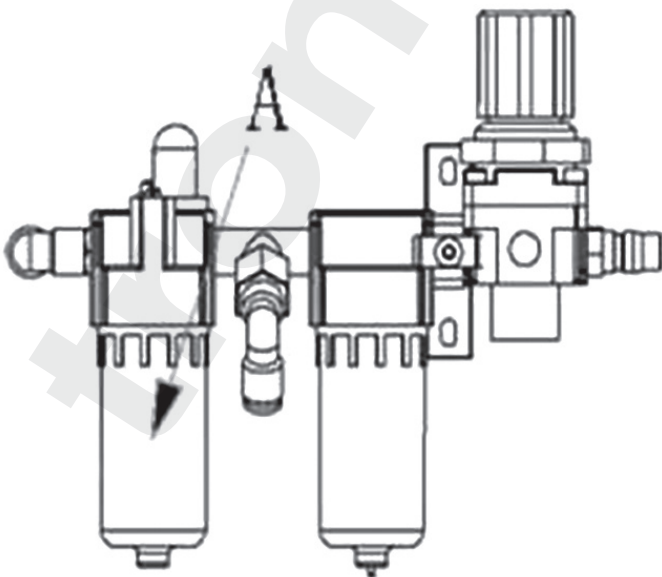

Рис. 12-1
**Каждый месяц** смазывайте направляющие зажимных кулачков. Проверяйте уровень масла в лубрикаторе. При необходимости добавляйте масло в резервуар «А» (рис. 12-1). Используйте только масло, которое имеет вязкость ISO VG и класс ISO HG для смазки линии подачи сжатого воздуха. Проверьте скорость подачи масла лубрикатором. Если при нажатии на педаль капает менее 3-4 капли, то необходимо отрегулировать подачу масла верхним винтом (рис. 12-1).